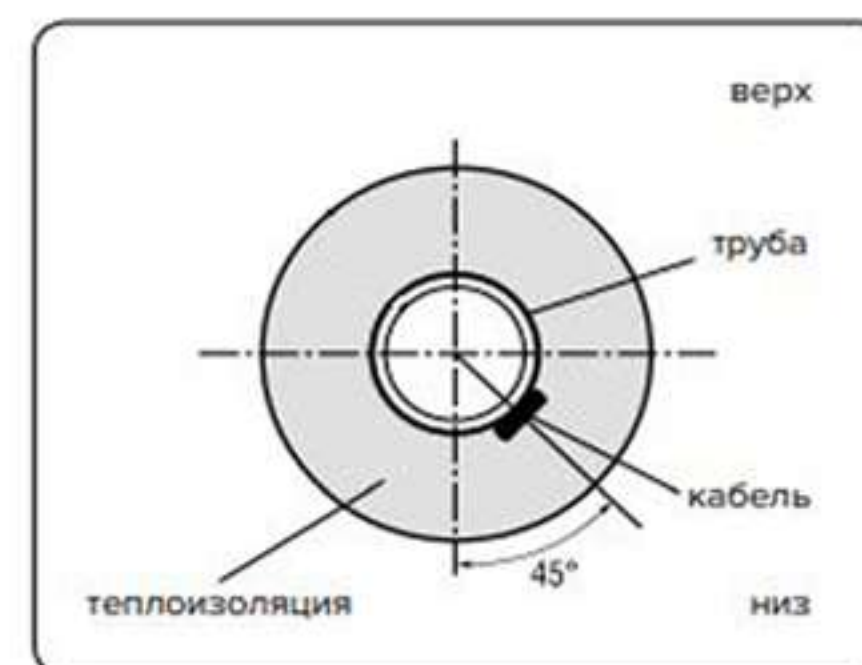

Рис.3
- На горизонтальных трубах секцию рекомендуется крепить к нижней части трубы (рис.3).